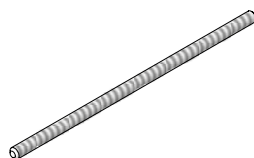

Abb. 19.1 Ankerstab DW
- Mit Ankerstab DW 15 (Abb. 19.1) und Querausrichter 44.